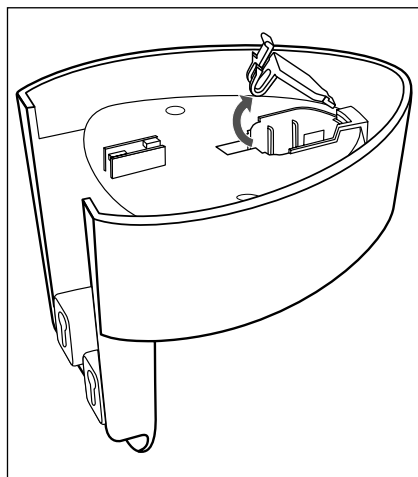

Fig. 1
- ▶ Assurez-vous qu'aucune ligne électrique ou d'autres lignes ou tuyaux ne se trouvent dans le mur dans lequel vous avez l'intention de percer des trous pour fixer le support mural ③. Il y a en effet danger de mort si vous percez une ligne électrique !
- 1) Insérez la fiche creuse ⑤ du bloc d'alimentation ④ dans le support mural ③, comme indiqué sur la figure suivante :
- Ouvrez le petit couvercle (fig. 1).